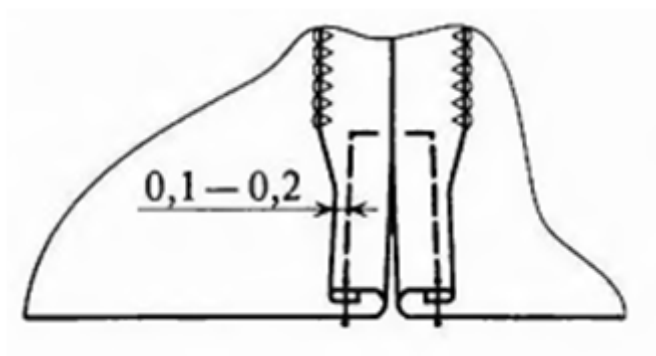

Рис. 1. Обработка разреза
4. Срезы припуска шва на участке разреза подгибают и настрачивают, отступив от подогнутого края 0,1-0,2 см (рис. 1).